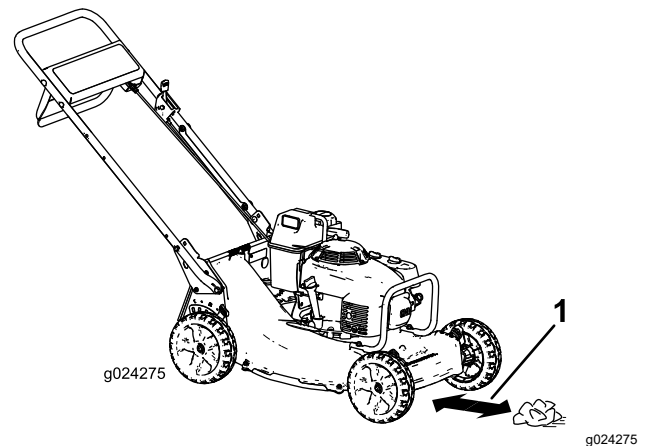

Figure 17
4. Placez la boule de papier journal à 13 cm (5 po) devant la machine (Figure 17).